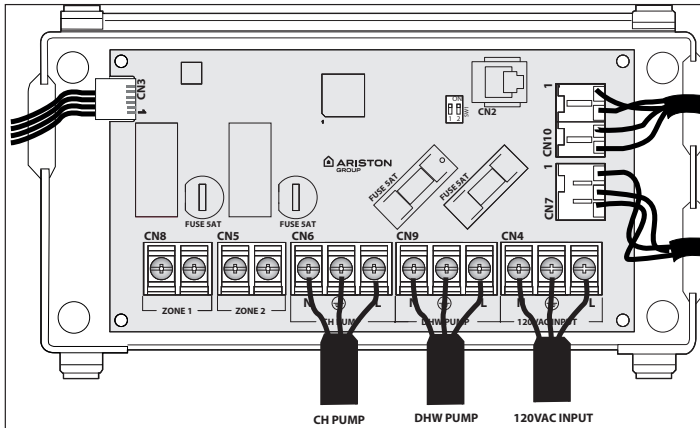

Figure 49 - Raccordements 120 V pour les circulateurs d'ECS et de chauffage central
6. Branchez le câble sur place à la sortie appropriée; voir la figure 49.